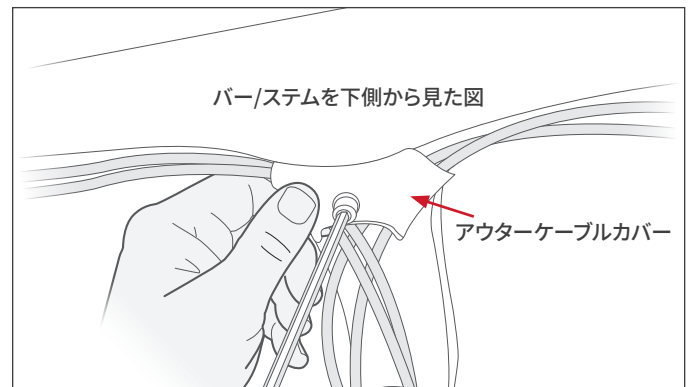

図 2
3. アウターケーブルカバーをハンドルバー裏側に取り付けます（図 2を参照してください）。